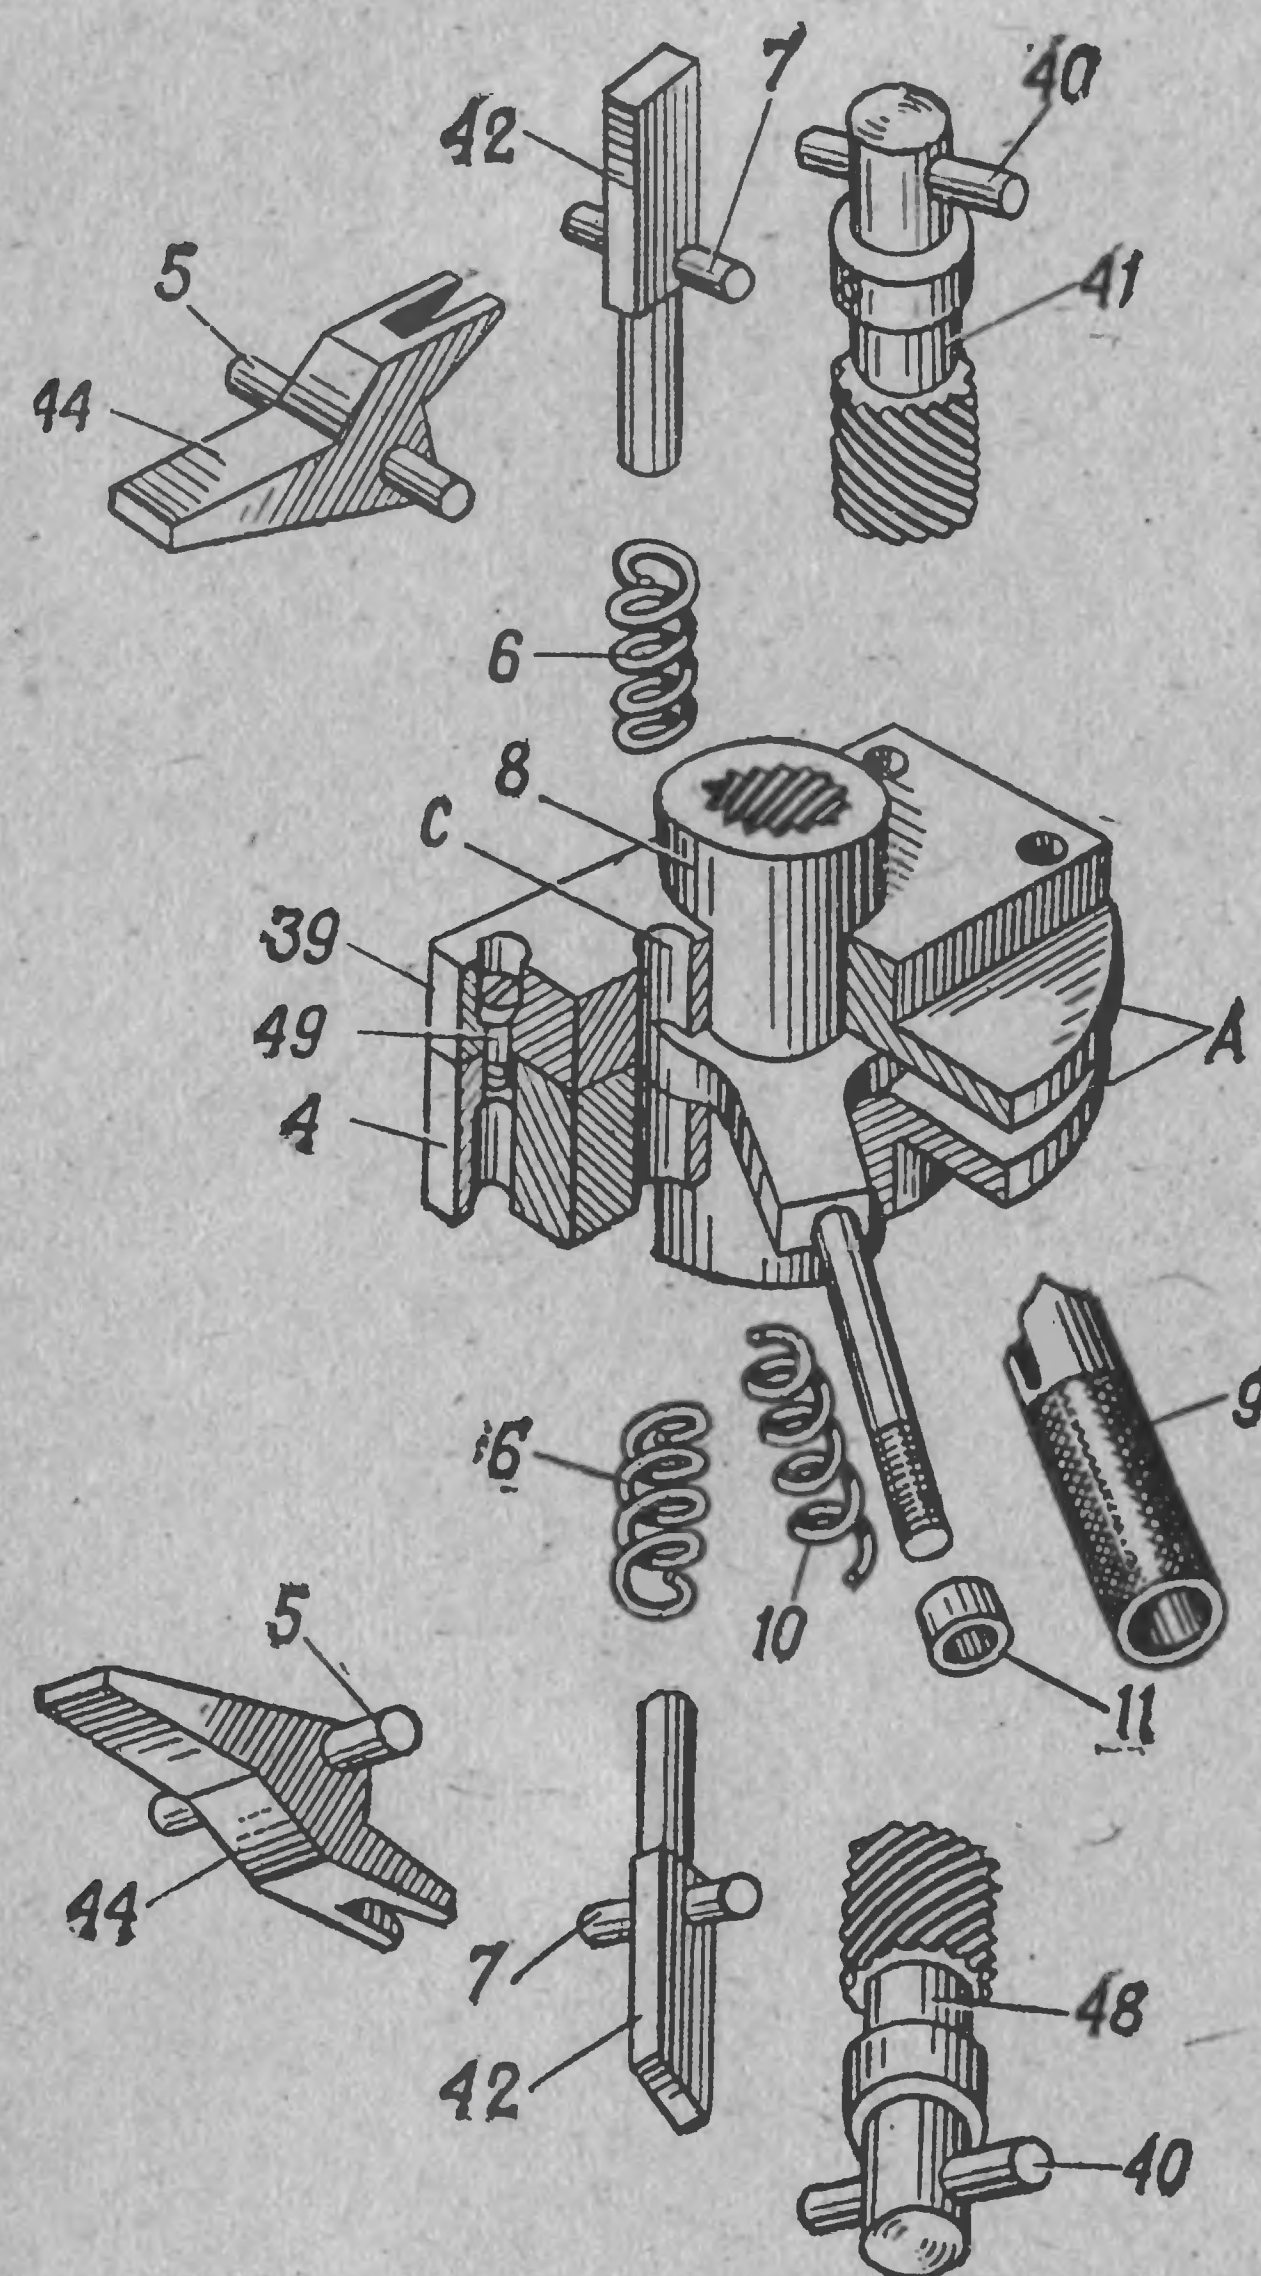
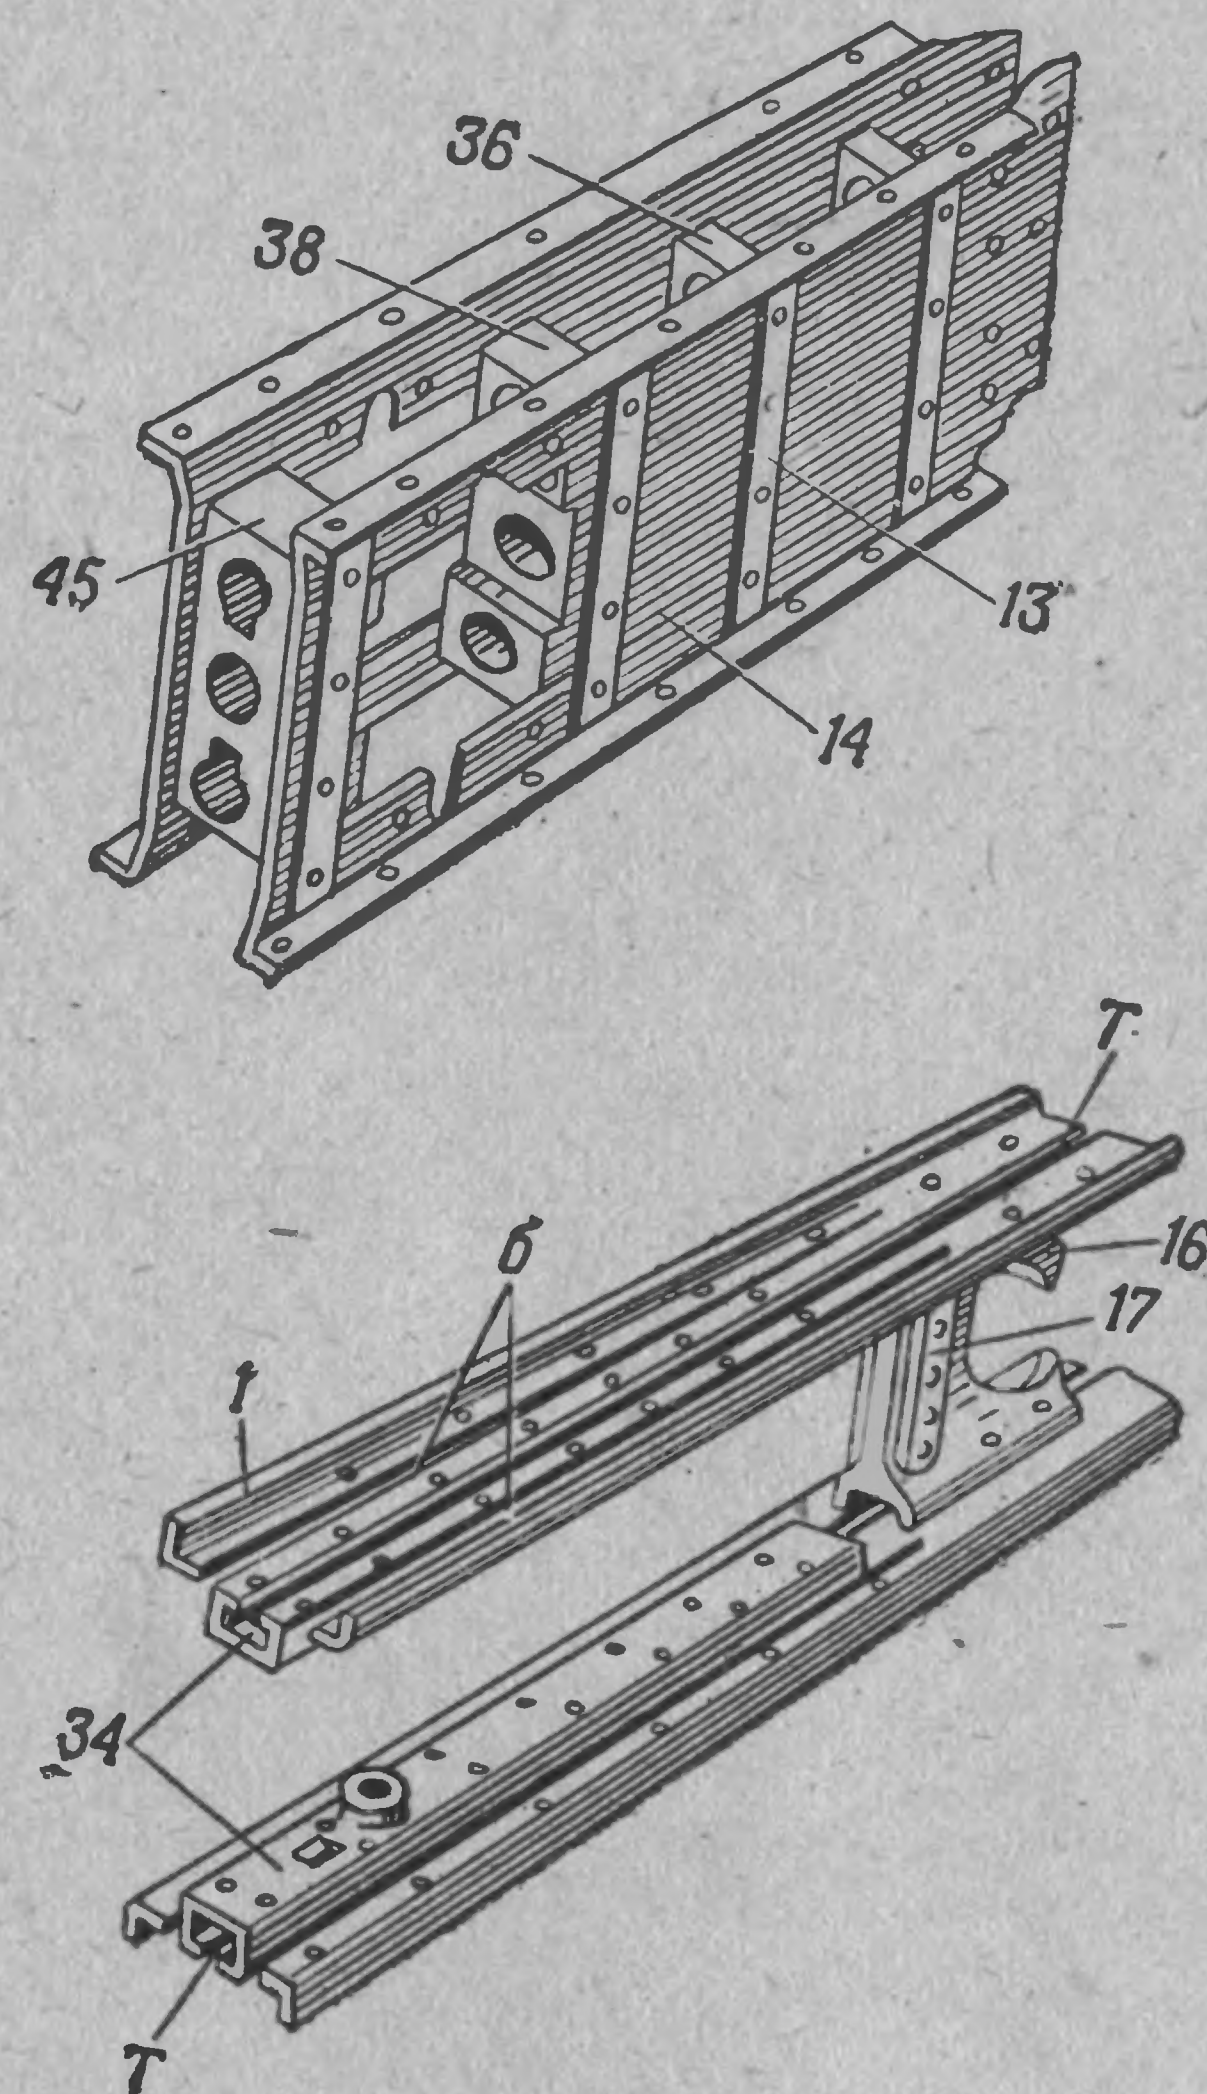

Рис. 4. Схематический разрез замка:
Рис. 5. Замковая коробка и направляющий желоб:
Замок (рис. 4) состоит из кулачка 8, верхней обоймы 39, нижней обоймы 4, правого винта 48, левого винта 41, рукоятки 9, пружины 10 и гайки 11.
Верхняя и нижняя обоймы охватывают кулачок и скрепляются между собой винтами 49 (рис. 4). В обоймах сделаны сквозные отверстия с для прохода хвостовиков стопоров 42 и выемки А для фиксации рукоятки 9 в переднем и заднем положении. Надевая на стержень кулачка пружина 10 подтягивается гайкой 11. Пружина, сжатая между внутренним буртиком рукоятки и гайкой,
Собранный замок вставляется в коробку так, что обоймы 39 и 4 входят в пазы планок 38 (рис. 5) и 45, а винты 41 (рис. 4) и 48 входят своими головками в кольца, приваренные к нажимным планкам, и закрепляются в них цилиндрическими штифтами 40.
- выбить цилиндрические штифты 40 и, ввинтив винты 41 (рис. 4) и 48 в кулачок 8, вынуть замок из гнезда коробки;
- надеть на кулачок 8 (рис. 4), повернутый гнездом с правой резьбой вверх, нижнюю обойму 4 и верхнюю обойму 39 и ввинтить винты 49, скрепляющие обоймы;